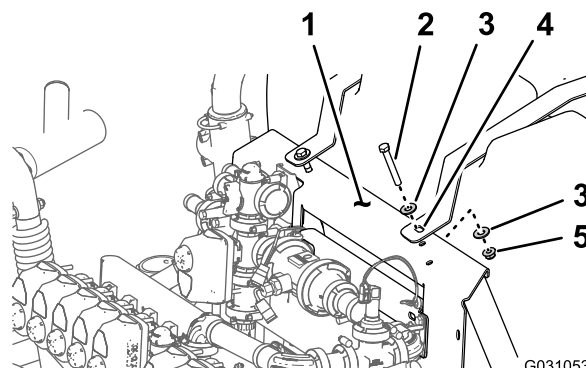

図 102
ドマウントの穴に合わせる図 102。
- B. 固定ベルトをマウントに取り付ける図 102 ス
- C. ボルトとロックナットを手締めする図 102。